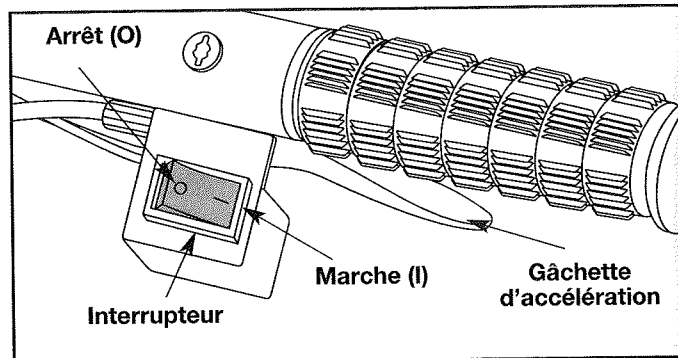
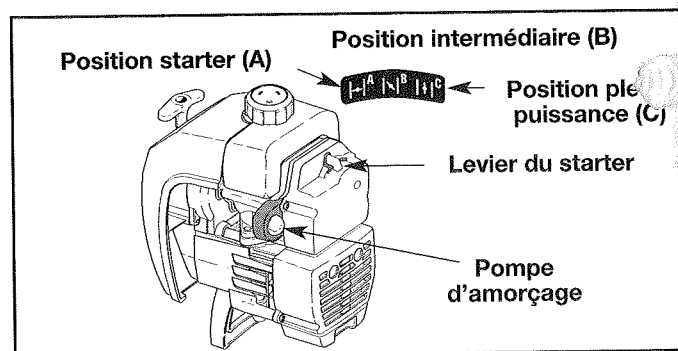

Fig. 15
Fig. 16
2. Mettez l'interrupteur en position Marche [I] (Fig. 15).
3. Pressez et relâchez 5 à 7 fois la pompe d'amorçage, lentement et complètement. Le carburant doit apparaître dans la pompe (Fig. 16). S'il n'a pas encore pénétré dans la pompe, appuyez trois fois de plus ou jusqu'à ce qu'il arrive.
4. Placez le levier du starter en position starter (A) (Fig. 16).
6. Placez le levier du starter en position intermédiaire (B) (Fig. 16).
9. Appuyez sur la gâchette de l'accélérateur afin de faire chauffer le moteur pendant 5 à 10 secondes. Placez le levier du starter en position pleine puissance (C) (Fig. 16).
**NOTE :** Il n'est pas nécessaire d'utiliser le starter pour démarrer un moteur chaud. Mettez l'interrupteur en position Marche [I] (Fig. 15) et démarrez en position intermédiaire (B) (Fig. 16).
2. Mettez l'interrupteur en position Arrêt [O] (Fig. 15).